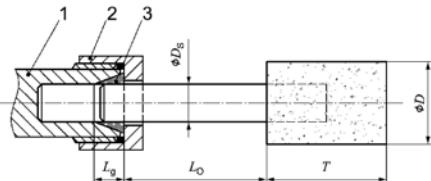

Рис. 1: Длина зажима зажимного патрона и цангового зажима
- Обратите внимание, что при использовании малых шлифовальных кругов в связи с увеличением длины стержня между концом зажима и кругом необходимо снижать допустимую скорость вращения (вылет). Соблюдайте минимальную длину зажима 10 мм. (См. рис. 1 и рекомендации производителя малых шлифовальных кругов.)